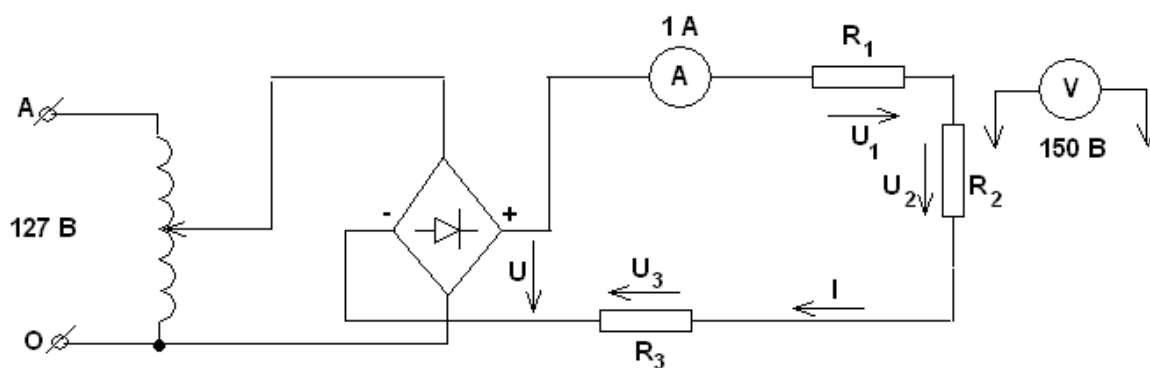

Рис. 1.1
1. С помощью схем рис. 1.1 – 1.3 опытным путем проверить распределение токов и напряжений на участках цепей с последовательным, параллельным и смешанным соединением сопротивлений.
1. Собрать (зарисовать) схему рис. 1.1.